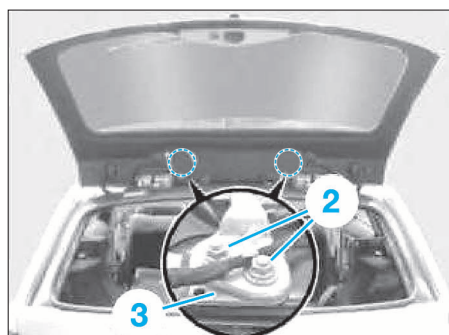

FIG. 115
- Avec la collaboration d'une tiers personne, desserrer les écrous (2) à gauche et à droite. En présence de cales (3), les retirer après avoir noté leur nombre et leur position (Fig.115).